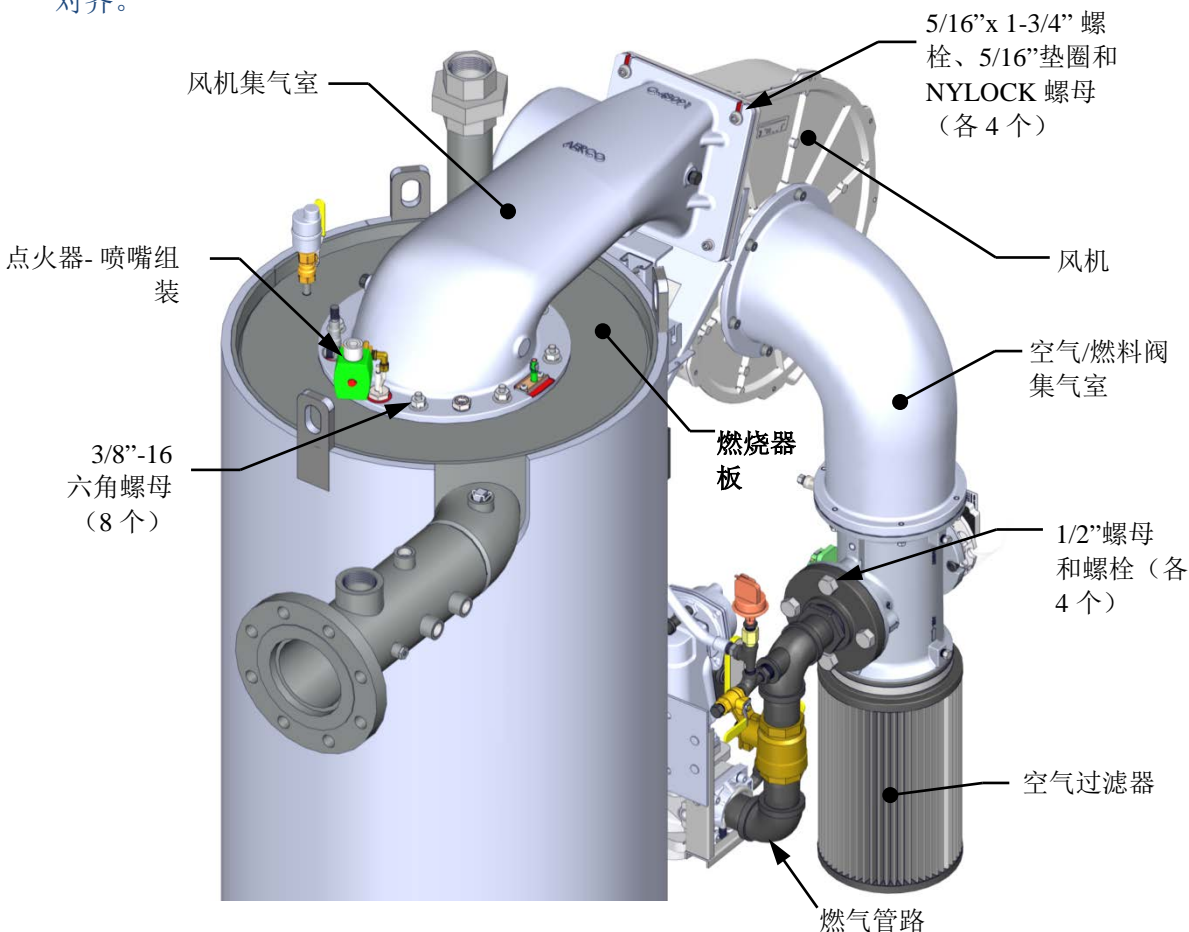

图7-4a: 燃烧器总成安装细节
9. 从与风机相连的风机集气室松开并取下四个 5/16x1-3/4 英寸螺栓、垫圈和螺母（参见图 7-4a 和 7-4b）。
11. 使用 9/16 英寸扳手，拆下用于将风机集气室连到燃烧器上的八(8) 个 3/8-16 螺母（参见图 7-4a 和 7-4b）。